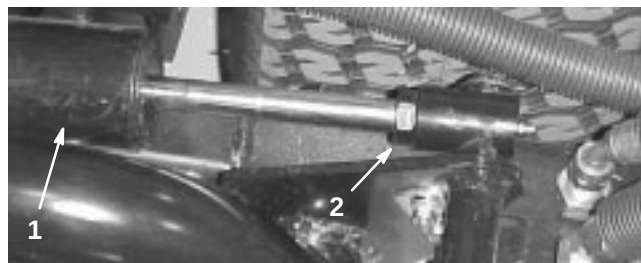

Bild 14
3. Starten Sie den Motor, heben die Schneidwerke an und kontrollieren, ob der Abstand zwischen dem Abnutzungsband an der Oberseite der hinteren Schneidwerk-Abnutzungsleiste und der Stoßstangenbefestigung zwischen 0,51 und 2,54 mm liegt (Bild 13). Justieren Sie den hinteren Zylinder, bis sich der richtige Abstand ergibt, wenn der Abstand davon abweicht. Senken Sie zum Einstellen des Zylinders die Schneidwerke ab und drehen die Klemmmutter am Zylinder zurück (Bild 14). Halten Sie die Zylinderstange mit einer Zange und einem Lappen nahe an der Mutter und drehen die Stange. Heben Sie die Schneidwerke an und prüfen den Abstand nach. Wiederholen Sie diesen Vorgang nach Bedarf. Ziehen Sie nun die Klemmmutter am Lastbügel fest.